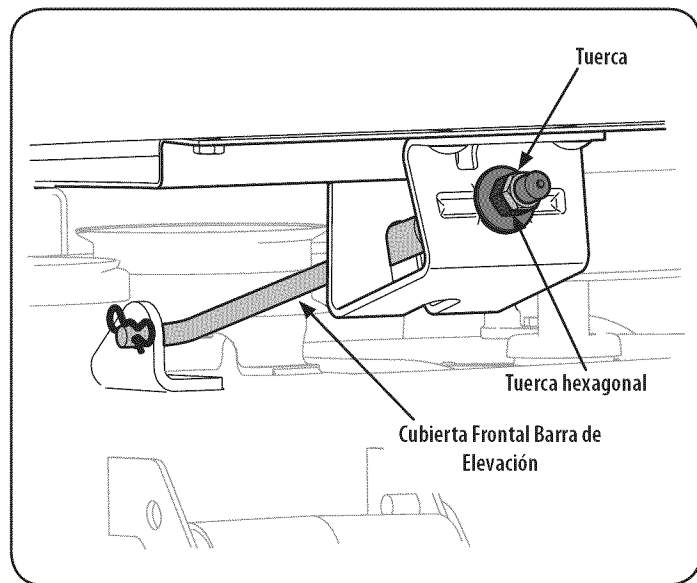

Figura 28
1. Si no está ya suelta, afloje el tornillo hexagonal y gire la palanca de control hacia adelante o hacia atrás a la posición deseada. Ver Figura 28.
- Con una llave, afloje la tuerca de seguridad en primer lugar, a continuación, subir o bajar la parte delantera de la cubierta girando la tuerca hexagonal de la varilla de elevación de la plataforma frontal. Ver Figura 28.